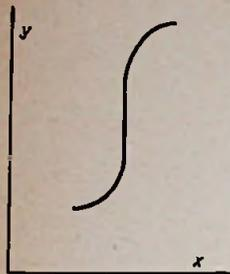

Bild 10. Eine Funktion  $f(x)$ , deren Grenzwert an der Stelle  $x$  unendlich wird
Wird in (3) der Grenzwert unendlich (Bild 10), so spricht man von einer „uneigentlichen Differenzierbarkeit“. Auch solche Funktionen sind differenzierbar, sofern gilt:  $|h| < \delta(\epsilon)$